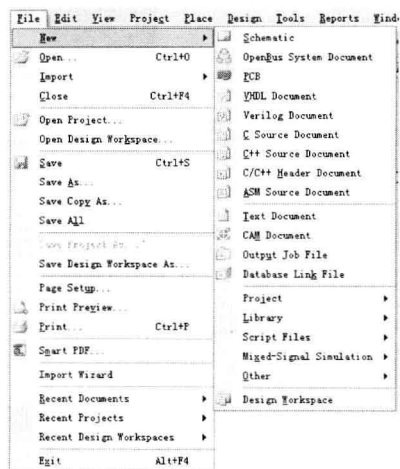

图 1-6 “File”（文件）菜单
- ◆ “File”（文件）菜单主要用于文件的新建、打开和保存等，如图 1-6 所示。下面详细介绍“File”（文件）菜单中的各命令及其功能。
- ◆ “New”（新建）命令：用于新建一个文件，其级联菜单如图 1-6 所示。